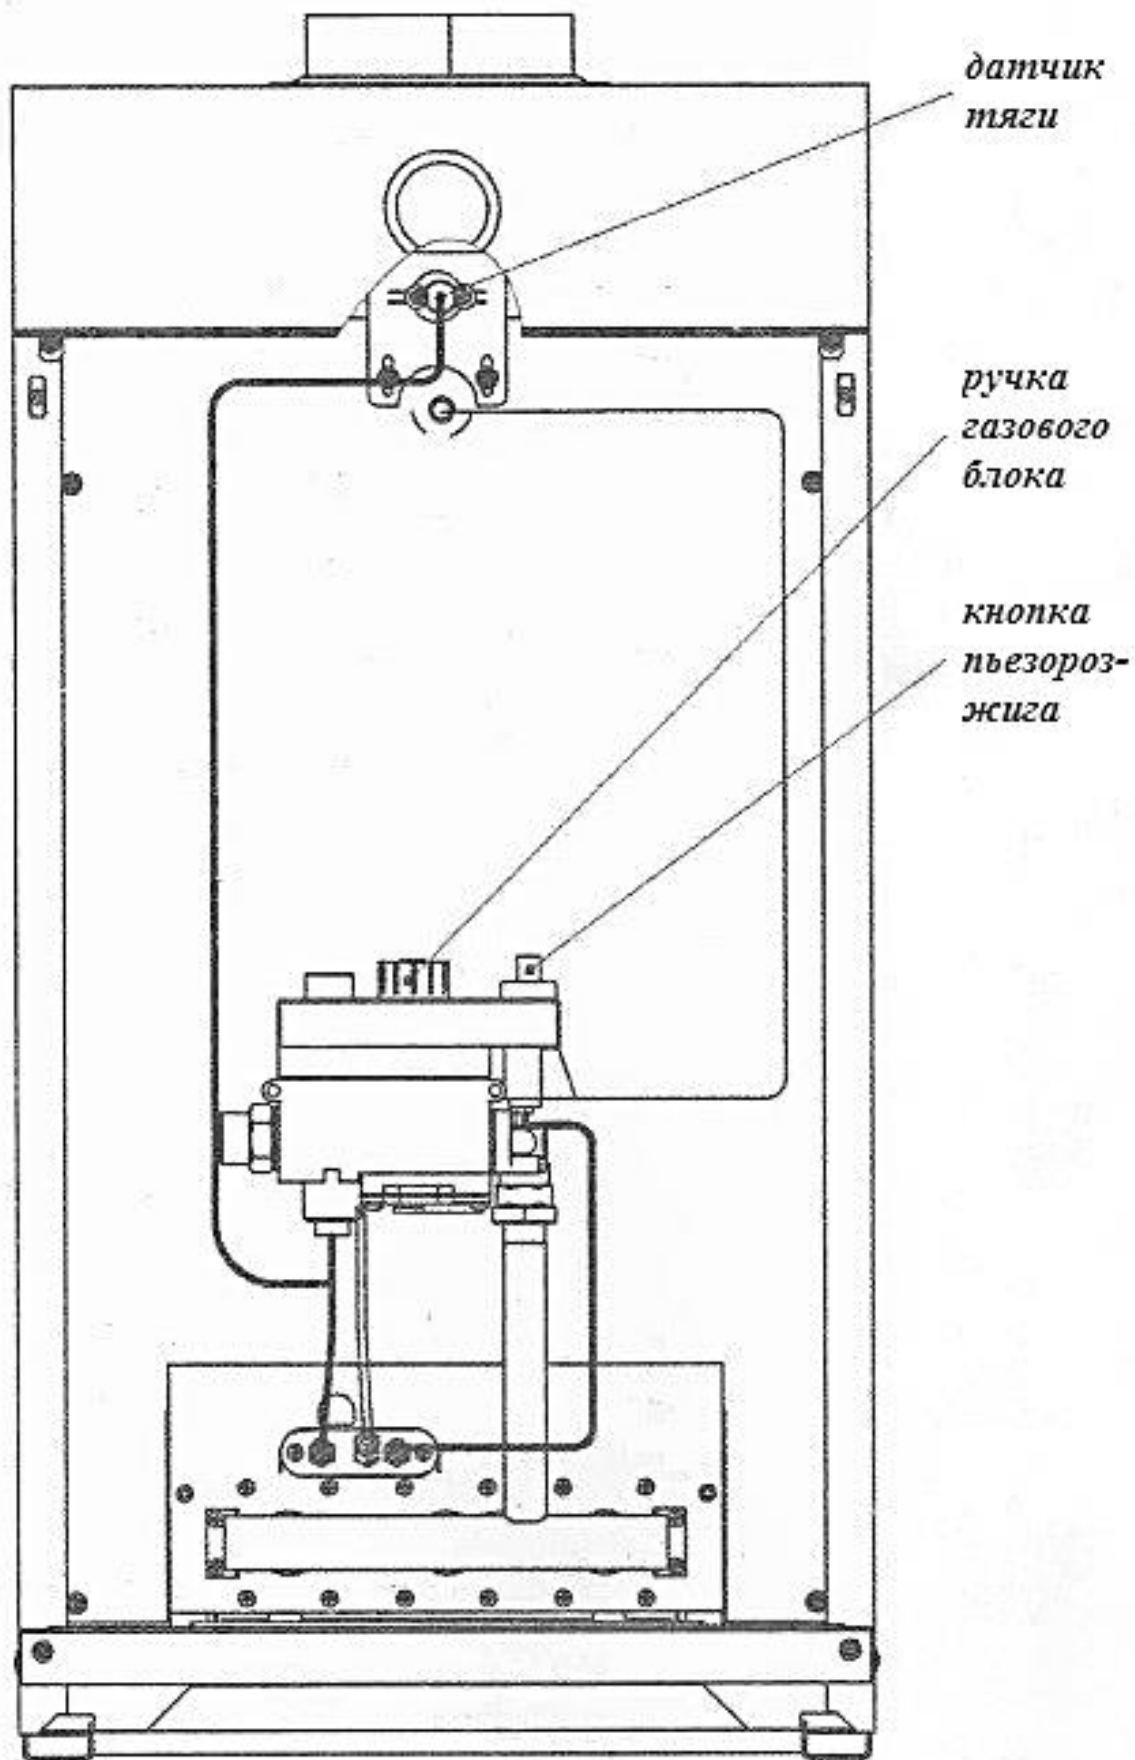

Рис.9. Особенности котлов Батыр 20; 25; 30; с газовым блоком 710 MINISIT (дверца не показана)
- 8.3.2. Нажать на кнопку «Розжиг» до упора и, удерживая её, произвести 2-3 нажатия на кнопку пьезорозжига (см. рис.9). Допускается розжиг производить спичкой через смотровое окно.